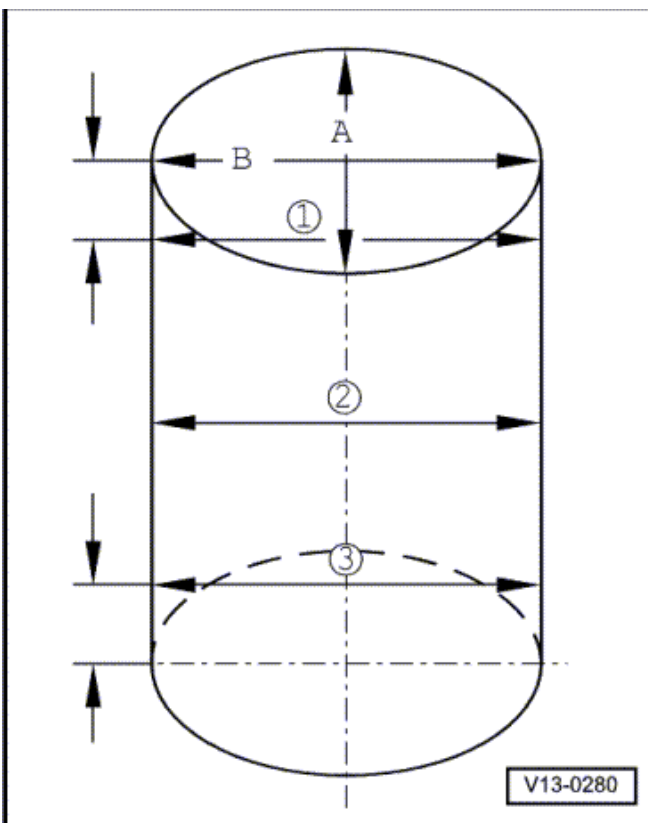

Abb. 6: Einbaulage Lagerschalen in Pleuelstangen ➤
- ☐ Einbaulage ⇒ Abb. 6 in **13-3** Seite 5
- ☐ mittig einsetzen ⇒ Abb. 6 in **13-3** Seite 5